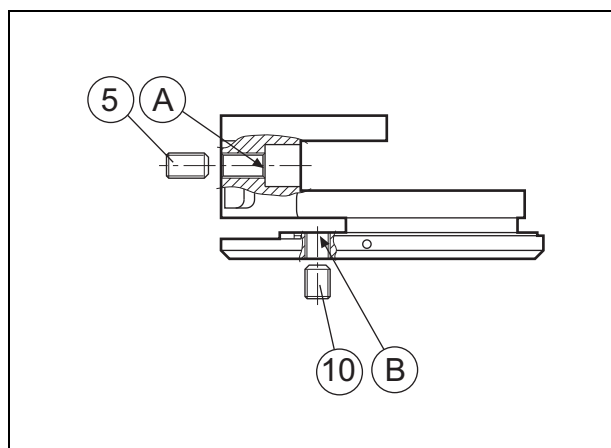

Fig. 19 Vis d'arrêt dans le support de barre
7. La vis d'arrêt (5), W = 6 mm, ne doit jamais être vissée plus que le rebord arrière (A) du trou fileté. Voir Fig. 19.
8. Bloquer la vis d'arrêt (5) avec le dispositif de blocage et la vis d'arrêt (6), W = 4 mm.
9. Serrer la vis-mère (8) à la partie inférieure et serrer ensuite la vis d'arrêt (7) jusqu'à ce qu'elle s'arrête à la vis-mère (8).
10. Bloquer la vis d'arrêt (7) avec la vis d'arrêt et le dispositif de blocage (9). La vis d'arrêt (10) doit être serrée et bloquée avec un agent d'étanchéité pour filets à une distance de 1,5 mm (0,06") du rebord interne (B). Voir Fig. 19.